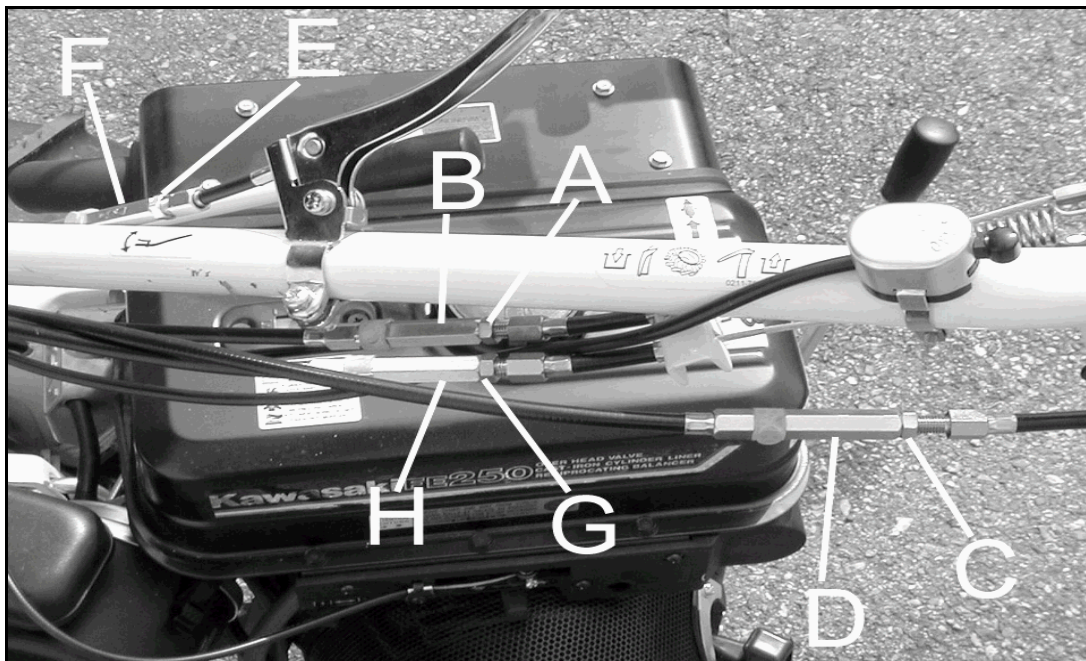

Figure 19
- Dévissez le contre écrou du système de réglage de tension du câble de transmission (figure 19, repère A).
- Dévissez l'écrou de réglage de tension du câble de transmission (figure 19, repère B).
- Vissez l'écrou de réglage de tension du câble de transmission (figure 19, repère B).
- Dévissez le(s) contre(s) écrou(s) du système de réglage de tension du (des) câble(s) de direction (figures 19 et 20, repère C).
- Dévissez l'(les)écrou(s) de réglage de tension du(des) câble(s) de direction (figures 19 et 20, repère D).
- Dévissez le contre écrou du système de réglage de tension du câble de transmission (figures 19 et 20, repère C).
- Vissez l'(les)écrou(s) de réglage de tension du(des) câble(s) de direction (figures 19 et 20, repère D).
- Dévissez le contre écrou du système de réglage de tension du câble du frein de parc (figure 19, repère G).
- Dévissez l'écrou de réglage de tension du câble de transmission (figure 19, repère H).
- Dévissez le contre écrou du système de réglage de tension du câble de transmission (figure 19, repère G).
- Vissez l'écrou de réglage de tension du câble de transmission (figure 19, repère H).
- Dévissez le(s) contre(s) écrou(s) du système de réglage de tension du (des) câble(s) de réglage du mancheron (figures 19 et 20, repère C).